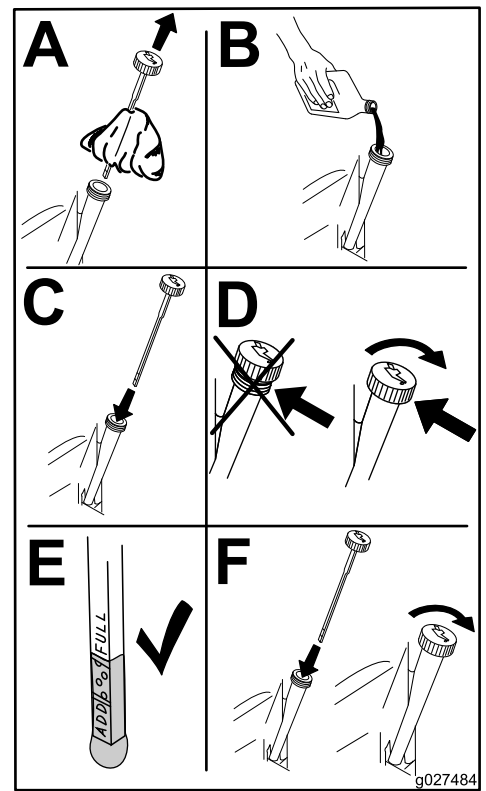

Figura 38
6. Versate lentamente circa l'80% della quantità indicata d'olio nel foro di rifornimento (Figura 38).
7. Controllate il livello dell'olio; vedere Figura 38.